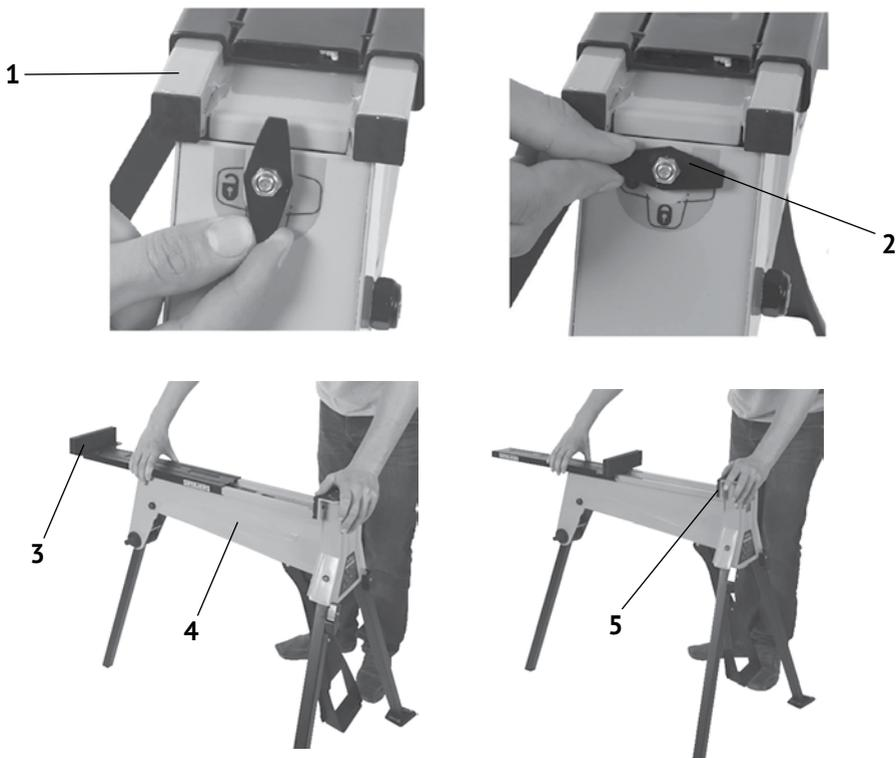

рис. 4
2.3 Настройка верстака для крепление широких (от 460 до 955 мм) заготовок (см. рис.4):
- перевести торцевой стопор (рис.4 поз.2) в горизонтальное положение;
- снять подвижную губку с направляющих (рис.4 поз.1) корпуса (рис.4 поз.4), сдвинув по направлению от неподвижной губки (рис.4 поз.5);
- развернув подвижную губку на 180°, вставить её в направляющие, как показано на рис.4.
- установить переключатель (рис.5 поз.5) в положение «разблокировано» а торцевой стопор (рис.4 поз.2) в горизонтальное положение, для свободного перемещения подвижной губки (рис.5 поз.3) по направляющим;